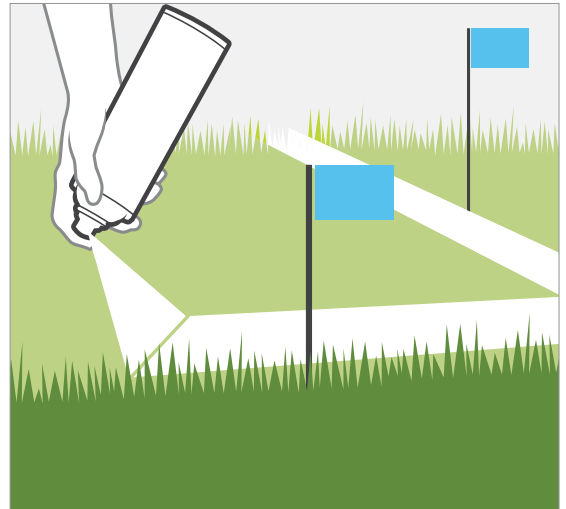

Abbildung 1
1. Zeichnen Sie mithilfe von Sprühfarbe und kleinen Flaggen die Rohrleitungen vom POC zu den Ventilverteiltern auf. Markieren Sie das Layout der Beregnungsanlage. *Abbildung 1*